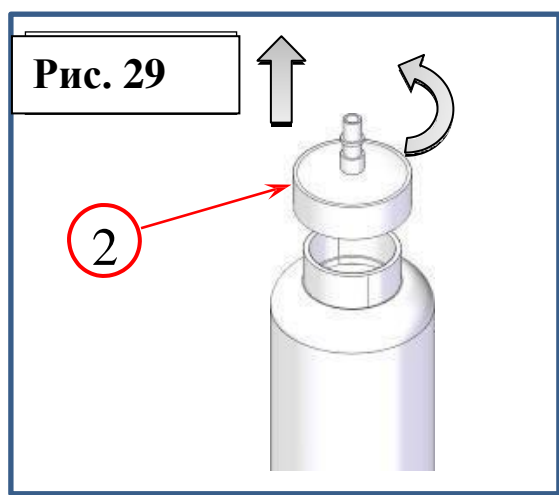
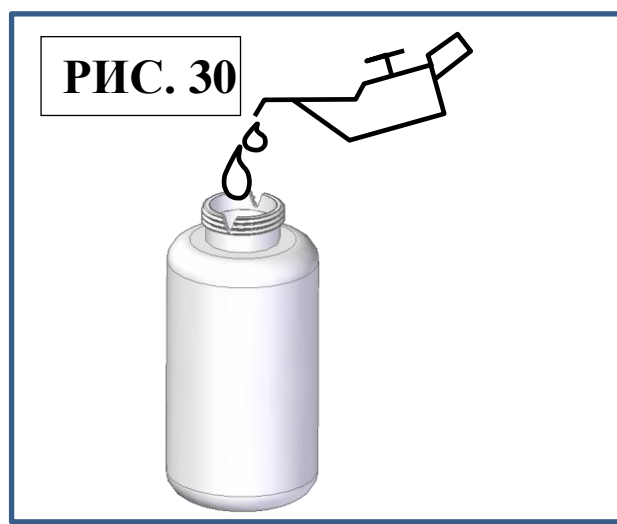

Рис. 29
РИС. 30
3. Удерживая контейнер, открутите крышку (поз.2, Рис.29). Заполните контейнер (Рис.30) правильным количеством масла для компрессоров подходящего типа и марки (~ 250-260 мл).
4. Накрутите крышку (поз 2, Рис.29) на контейнер.